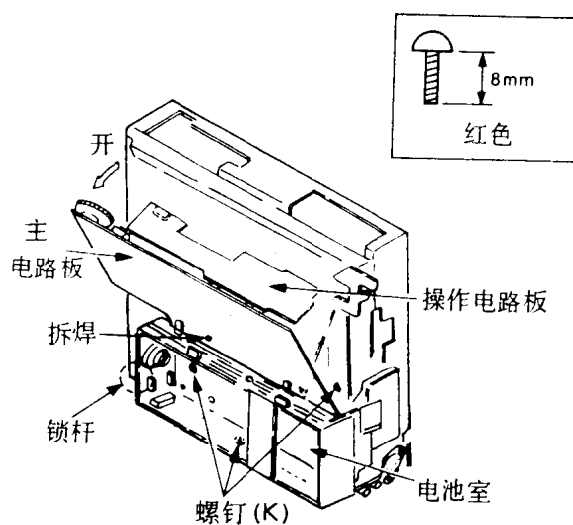

图 2-9
- (1) 打开主电路板及操作电路板, 如图 2-9 所示。
- (2) 拧去 3 个螺钉(K), 然后轻轻提起电池室, 以便从锁杆上脱开。
- (3) 松开电池室附近的连线。